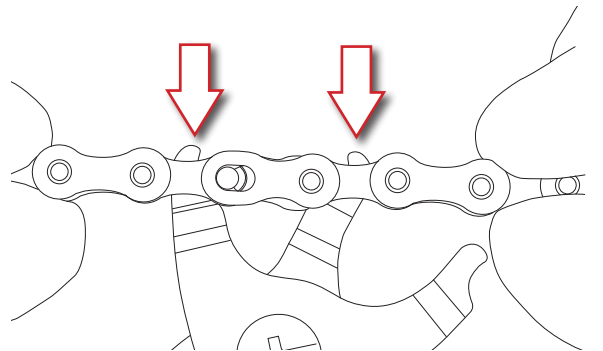

Fig.12
- Insérez l'outil d'ouverture de faux maillon avec des dents d'une épaisseur inférieure à 1,8 mm dans les maillons internes adjacents au C-Link™ (Fig. 12).
- Retirez le C-Link™, du côté interne et du côté externe (Fig. 12).